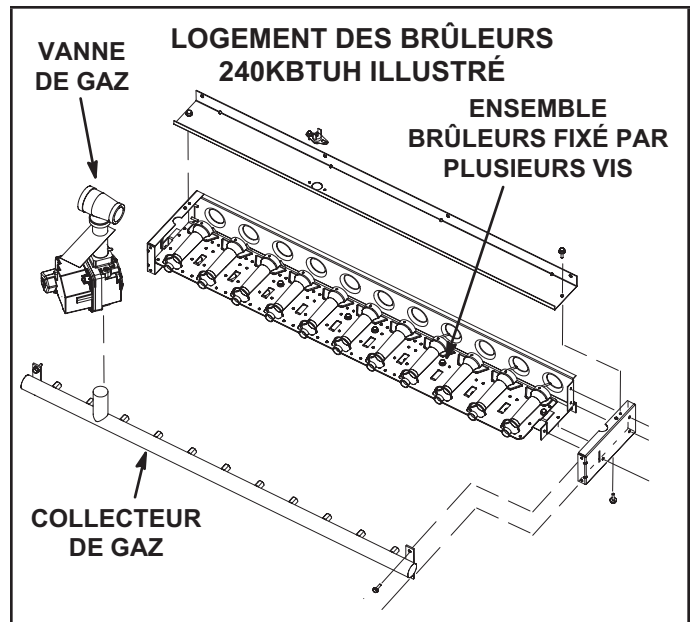

FIGURE 41
- 3 - Retirez les vis qui fixent l'ensemble brûleurs au support des brûleurs et retirez l'ensemble. Reportez-vous à la FIGURE 41. Nettoyez-les au besoin.
Ce contact normalement fermé s'ouvre en cas d'augmentation de la température. Le limiteur de retour de flamme est réglé en usine et ne peut pas être réglé sur place. Reportez-vous à la FIGURE 41.